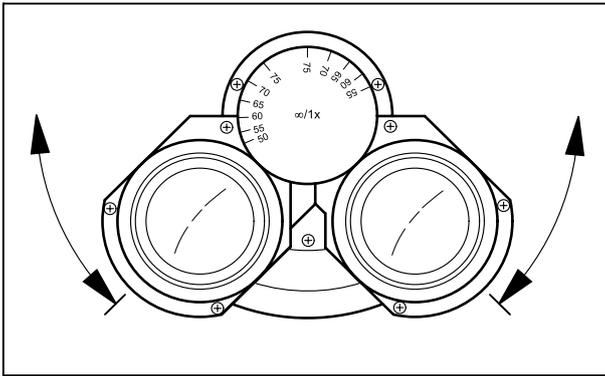

Рисунок 5 Настройка межюкулярного расстояния
- Путём симметричного поворота обоих окулярных тубусов друг против друга настроить межюкулярное (межзрачковое) расстояние так, чтобы оно было согласовано с индивидуальным глазным базисом наблюдателя (Рисунок 5).